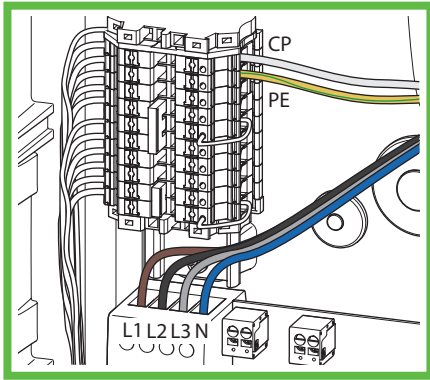

Abb. 20: Anschluss des Ladekabels
- ▶ Schließen Sie das Ladekabel an (Abb. 20).